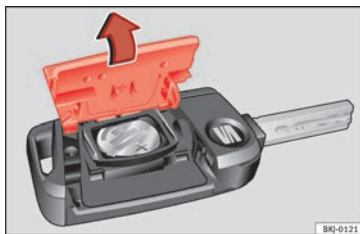

Fig. 137 Chiave del veicolo: aprire il coperchio del vano della batteria.
- Togliere il coperchio della parte posteriore della chiave del veicolo » **fig. 137** nella direzione indicata dalla freccia » **①**.
- Collocare il coperchio come illustrato » **fig. 137** e inserirlo nel vano batteria nella »